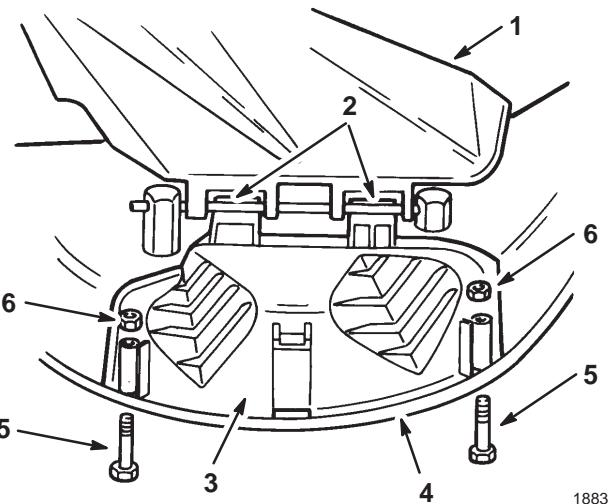

Bild 15
2. Heben Sie das Ablenkblech an und schieben die Zungen oben an der Auswurfkanalabdeckung unter die Haltestange des Ablenkblechs. Drehen Sie die Auswurfkanalabdeckung über die Öffnung und auf die untere Lippe des Schneidwerks herunter (Bild 15).
3. Befestigen Sie die Auswurfkanalabdeckung mit Schrauben und Muttern an der unteren Lippe des Schneidwerks (Bild 15).